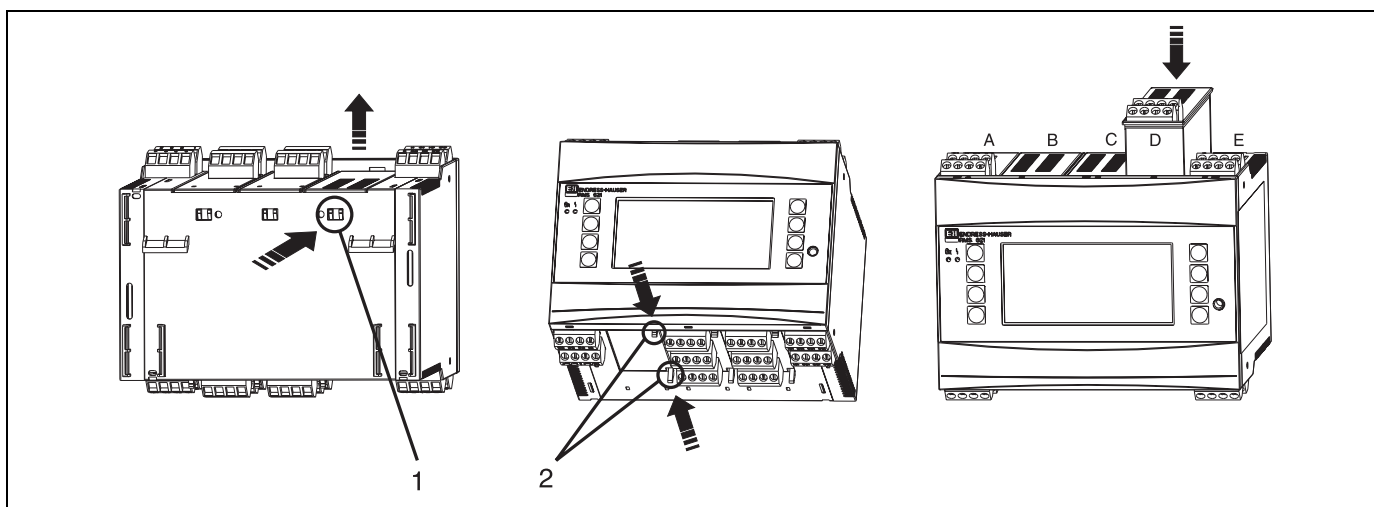

Fig. 5: Instalación de una tarjeta de expansión (a modo de ejemplo)
Puede dotar la unidad de diferentes tarjetas de expansión. Para ello dispone de un máximo de tres lugares de inserción en la unidad. Los lugares de inserción para las tarjetas de expansión están indicados en la unidad con las letras B, C y D (→ Fig. 5).
2. Extraiga la protección del correspondiente lugar de inserción (B, C o D) del equipo básico apretando las pestañas de sujeción situadas en la parte inferior del contador de energía (v. Fig. 5, pos. 2), presione al mismo tiempo hacia dentro (p. ej., con un destornillador) la pestaña de sujeción situada en la parte posterior de la carcasa (v. Fig. 5, pos. 1) y extraiga la protección del equipo básico hacia arriba.
3. Introduzca la tarjeta de expansión desde arriba en el equipo básico. La tarjeta de expansión estará bien instalada una vez hayan encastrado las pestañas de sujeción en la parte inferior y posterior de la unidad (v. Fig. 5, pos. 1 y 2). Asegúrese de que los terminales de entrada de la tarjeta de expansión estén arriba y los terminales de conexión estén hacia delante al igual que el equipo básico.